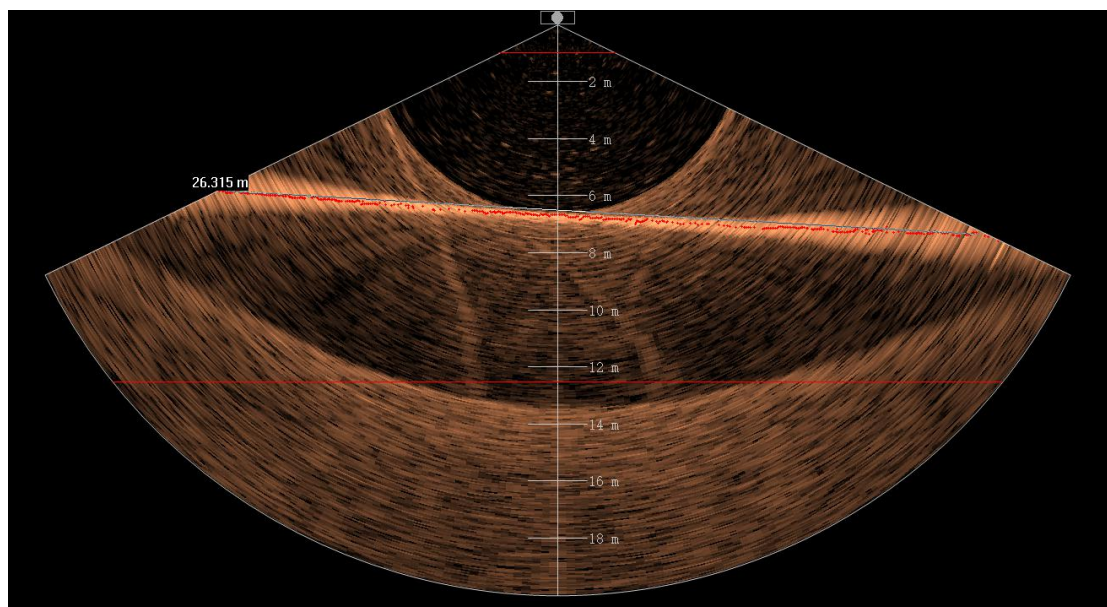

图 3.26 距离测量界面
(8) “距离测量”按钮用于测量数据窗口中的两点间距离。测量时鼠标左键按下激活测量并以当前位置为起点，保持按下状态拖动鼠标，距离随鼠标位置变化实时显示两点距离。如图 3.26 所示。